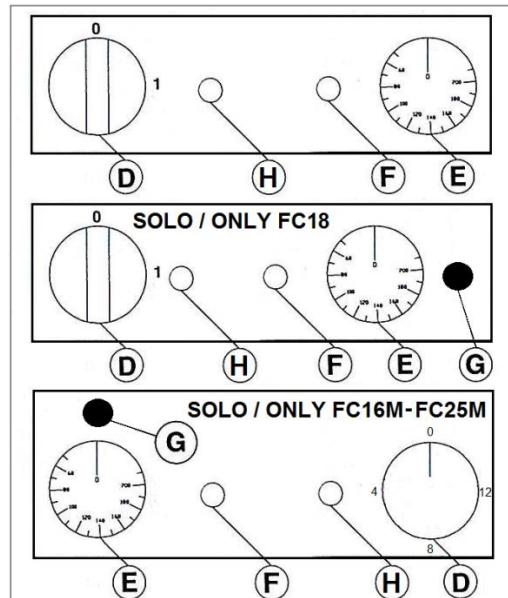

Fig.3 – Abb.3
2. Tourner l'interrupteur en position 1 (D fig.3) (tourner l'interrupteur à la position souhaitée 4, 8 ou 12 kW, modèle FC16M; tourner l'interrupteur à la position souhaitée 6, 12 ou 16 kW, modèle FC25M) (D fig.3): le témoin lumineux s'allumera (H fig.3).
3. Faire pivoter le thermostat (E fig.3) jusqu'à le placer sur la température souhaitée. Le témoin lumineux de chauffage (F fig.3) s'allumera et ne s'éteindra qu'une fois atteinte la température programmée.
2. Placer l'interrupteur (D fig.3) en position “0” et contrôler que tous les témoins soient éteints.
- que le thermostat de sécurité (G fig.4) (pour FC16M et FC18, G fig.3) soit dans la bonne position (pin rouge qui ne dépasse pas). Le thermostat de sécurité intervient quand la température de l'huile dépasse 230°C suite à un mauvais fonctionnement du thermostat de travail (E fig.3).
2. Den Schalter auf Position 1 stellen (D Abb.3) (den Schalter auf Position 4, 8 oder 12 kW stellen, Modell FC16M; den Schalter auf Position 6, 12 oder 16 kW stellen, Modell FC25M) (D Abb.3): die Kontrollleuchte schaltet sich ein (H Abb.3).
3. Den Thermostat (E Abb.3) drehen, bis die gewünschte Temperatur eingestellt ist. Die Kontrollleuchte (F Abb.3) schaltet sich ein und schaltet sich aus, sobald die eingestellte Temperatur erreicht ist.
1. Den Thermostat (E Abb.3) auf "0" stellen.
2. Den Schalter (D Abb.3) auf "0" stellen und kontrollieren, dass beide Kontrollleuchten ausgeschaltet sind.
- der Sicherheitsthermostat (G Abb.4) (für FC16M und FC18, G Abb.3) in der normalen Position ist (roter Stift der nicht übersteht). Der Sicherheitsthermostat greift ein, wenn die Öltemperatur auf Grund von Betriebsstörungen des Betriebsthermostats (E Abb.3) 230°C überschreitet.